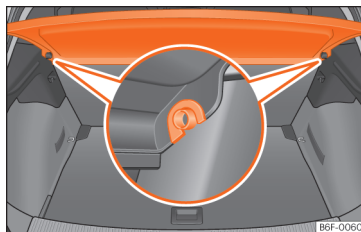

Abb. 144 Im Gepäckraum: Gepäckraumabdeckung aus- und einbauen.
- Ziehen Sie die Gepäckraumabdeckung nach oben aus den seitlichen Halterungen »» (Abb. 144) heraus.
- Führen Sie die Gepäckraumabdeckung horizontal ein, so dass das „Hufeisen“ über der Aufnahmeachse »» (Abb. 144) liegt, und drücken Sie die Abdeckung nach unten, bis sie einrastet.